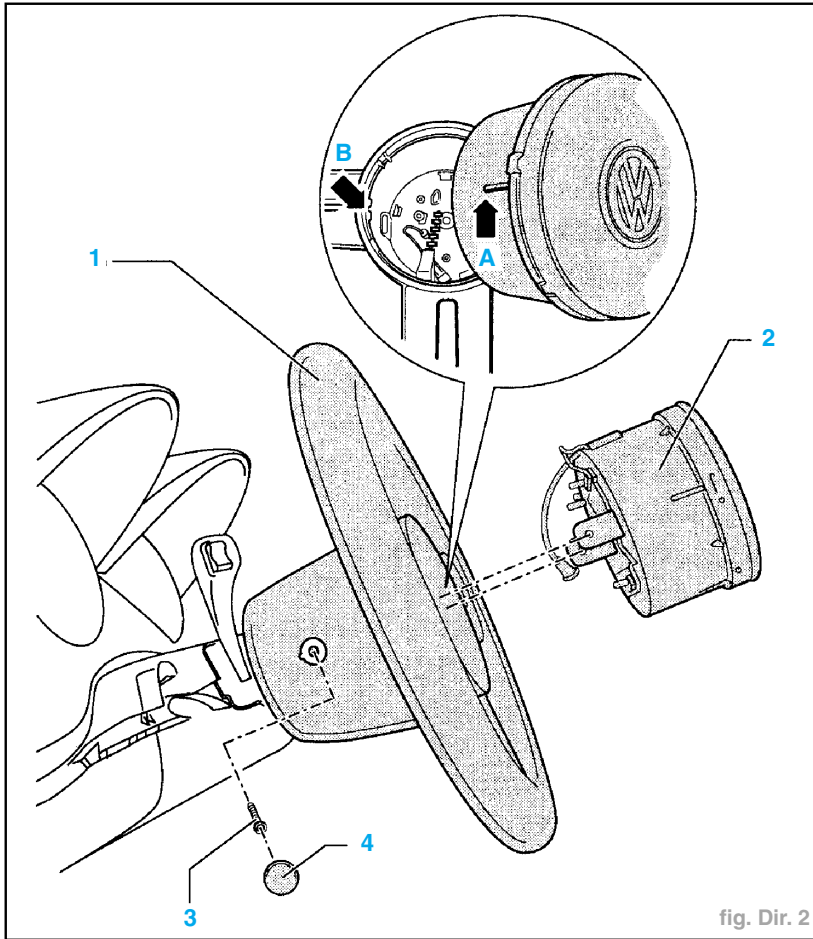

fig. Dir. 2
- Retirer le capuchon (4) (fig. Dir. 2).
- Dévisser entièrement la vis (3) des deux côtés du volant de direction (1).
- Extraire avec précaution le module de sac gonflable (2) du volant de direction (1).